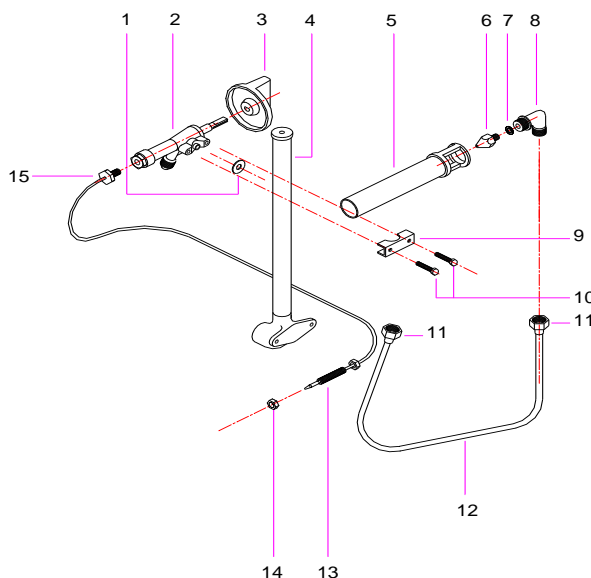

Abbildung 7
- c) Entnehmen Sie alle Bedienungselemente (3) (siehe Abb.7) der Ventile, indem Sie diese nach außen ziehen.
- e) Lösen Sie nun vollständig alle Schrauben (11) und entfernen Sie das Rohr (12)
- f) Ziehen Sie den Winkelstutzen nach draußen (8) und aus dem Brenner erscheinen folgende Teile (5), (6) y (7)
- g) Schrauben Sie den Winkelstutzen dieser Einheit ab (8) und wechseln Sie danach die Düse (6) gegen eine entsprechende des Gastyps aus, mit der Ihr Grilllofen von nun an funktionieren wird. Der Durchmesser der Düse ist am Körper derselben gekennzeichnet. Vergessen Sie nicht, die Dichtungsring (7) gegen eine Neue auszutauschen.
- Lösen Sie das Rohr (12) (siehe Abb. 7) indem Sie die Schrauben (11) der zu ersetzenden Düse lockern, und bauen Sie danach das Thermoelement der Düse aus, indem Sie die Schraube (15) loswinden.
- Lockern Sie vollständig alle Schrauben (10) die zusammen mit der Klemme (9) die Düse an die Batterie verbindet.
- f) Gehen Sie nun, wie in den vorangehenden Abschnitten beschrieben wurde, aber in umgekehrter Reihenfolge vor, um die neue Düse einzubauen, und vergessen Sie nicht, die Dichtung (1) gegen eine neue auszutauschen.
- d) Lösen Sie nun vollständig alle Schrauben (15) y (9) (siehe Abb.7) des auszuwechselnden Thermoelementes und tauschen Sie dieses nun aus.